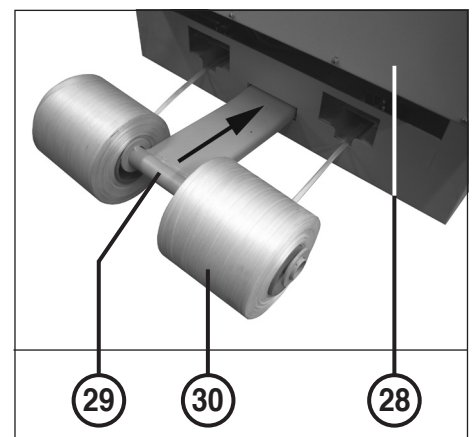

fig. 10
- 28 = Coffret de commande (fig. 10)
- 29 = Porte-bobine de bande (fig. 10 et 21)
- 30 = Bobine de bande (fig. 10 et 21)
### MONTAGE DES BOBINES DE BANDE (30) (fig. 10):